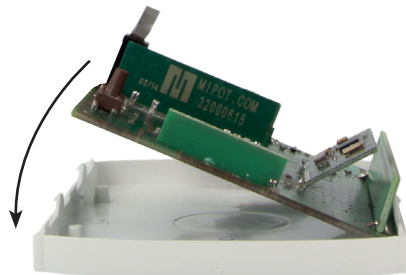

Fig. 4.5 — riposizionamento della scheda
- Appoggiare al fondo il lato della scheda con il codice seriale e l'antenna più lunga, facendo corrispondere i fori nella scheda agli inviti per le viti di fissaggio (vedere fig. 4.5);